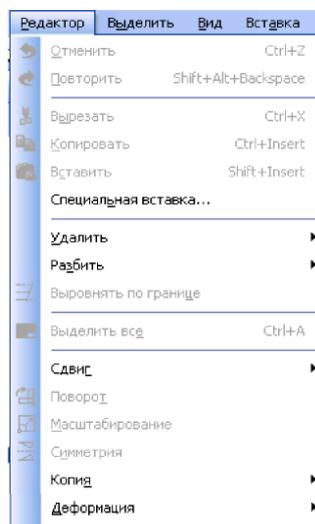

Рисунок 1.19. - Выпадающее меню Редактор
1.4.8 Редактирование изображения детали При построении изображений зачастую возникает потребность что-то исправить или дополнить. Для этого используется пункт меню Редактор, в котором расположены команды редактирования документов. Этот пункт меню является контекстно-зависимым. При работе с документом Чертеж в этом меню находятся команды редактирования его элементов (рис. 1.19).